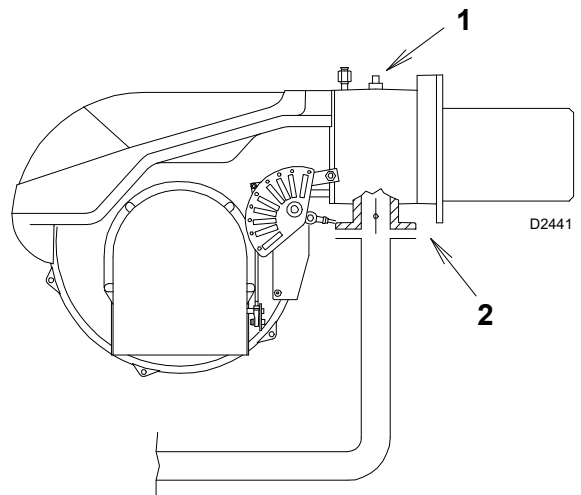

Fig. 21
Pression de gaz mesurée à la prise 1)(Fig. 21 à la page 23), avec :
Perte de charge vanne papillon gaz 2)(Fig. 21 à la page 23) avec ouverture maximale : 90°.
- soustraire de la pression du gaz à la prise 1)(Fig. 21) la pression dans la chambre de combustion.
Pression du gaz à la prise 1)(Fig. 21) = 17,0 mbars
Pour connaître par contre la pression de gaz nécessaire à la prise 1) (Fig. 21), après avoir défini la puissance de modulation maximale à laquelle on désire faire fonctionner le brûleur :
- Lire sur la droite, colonne 1, la pression à la prise 1) (Fig. 21).
pression nécessaire à la prise 1)(Fig. 21).